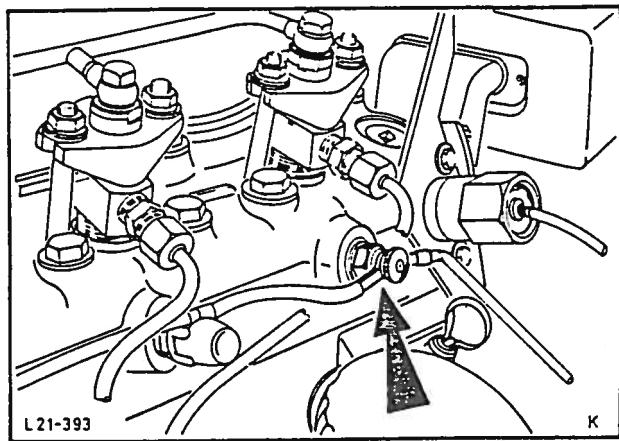

Fig. 106 Frakopling av ledninger på gløde-plugger.
6. Kople ledningene av fra glødepluggene, fig. 106 og fra temperatursenderen.